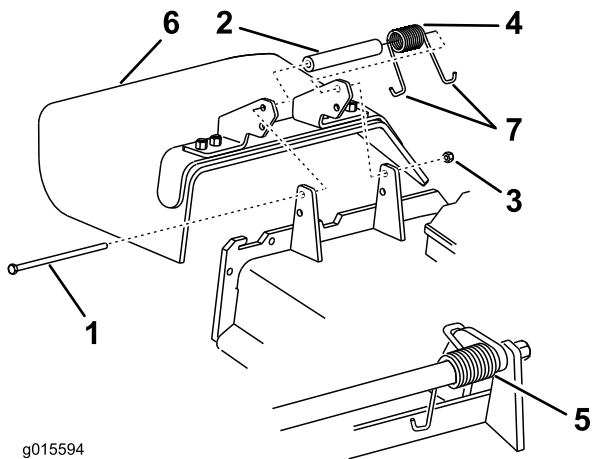

Figura 102
1. Togliete il dado di bloccaggio, il bullone, la molla e il distanziale che fissano il deflettore alle staffe orientabili del tosaerba (Figura 102). Togliete il deflettore di sfalcio se è danneggiato o consumato.
Nota: Verificate che un'estremità **J** della molla si trovi dietro il bordo del piatto di taglio prima di montare il bullone, come illustrato nella Figura 102.
3. Montate il bullone e il dado. Infilate un'estremità a gancio **J** della molla attorno al deflettore dello sfalcio (Figura 102).